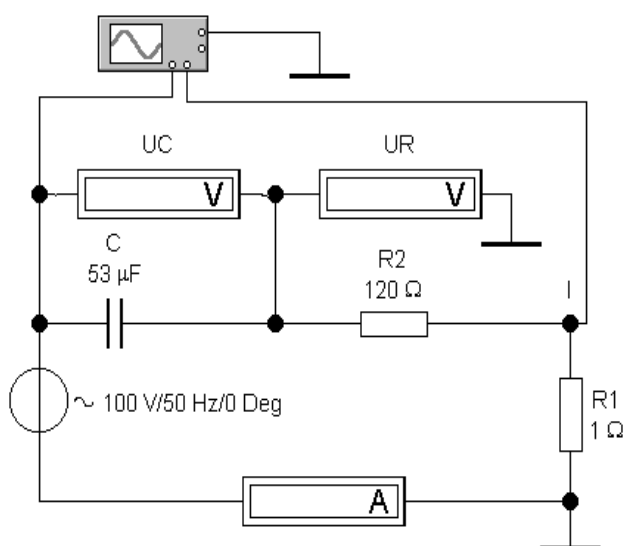

Рисунок 1.4
4.1. Измерение действующих значений токов и напряжений в цепи. Для схемы рис. 1.4 рассчитайте входное комплексное сопротивление, комплекс тока в контуре, напряжения на каждом компоненте. Создайте схему (рис. 1.4). Результаты расчета проверьте экспериментально с помощью вольтметров и амперметра.